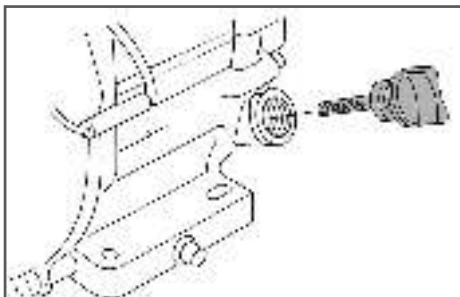

Рис. 5 Крышка-щуп маслозаливной горловины
2. Открутите крышку-щуп маслозаливной горловины и извлеките щуп (Рис. 5).
2. Выкрутите крышку-щуп маслосаливной горловины и извлеките щуп (Рис. 5).